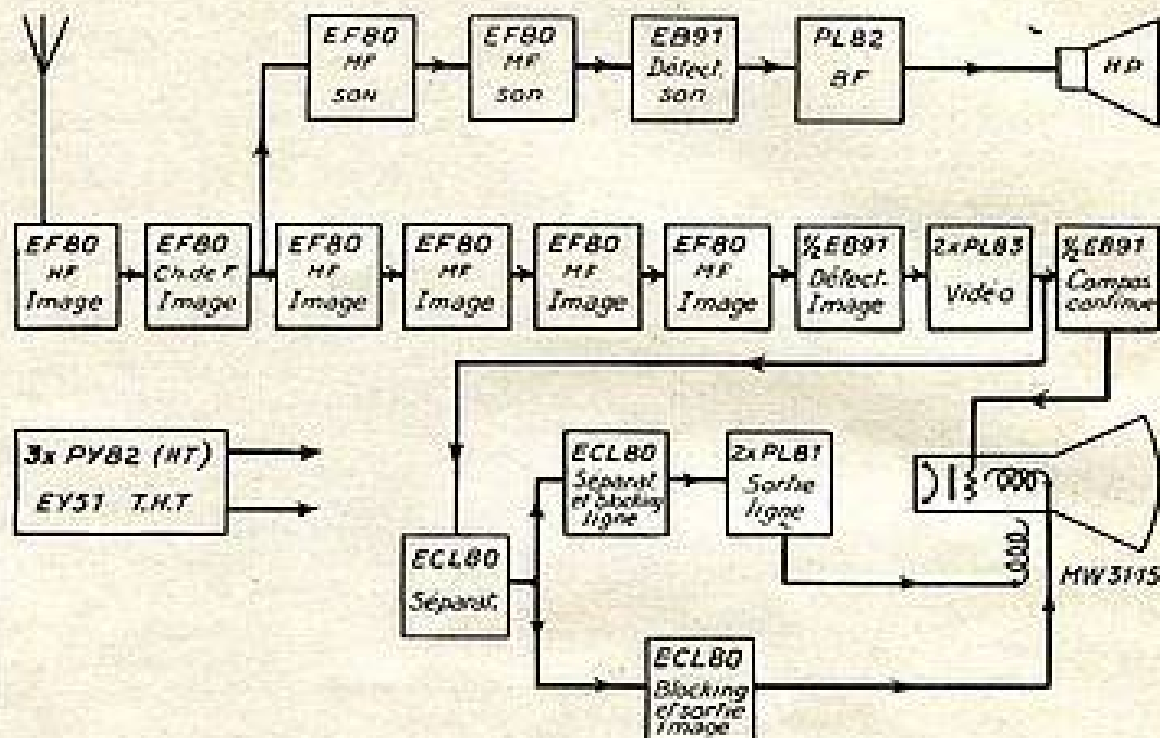

Fig. 5. — Récepteur 819 lignes à changement de fréquence.
- II. — Récepteurs à 819 lignes à changement de fréquence (fig. 5).